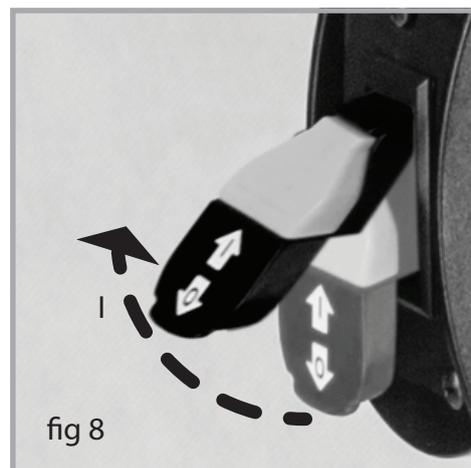

fig 8
2. Pour mettre la perceuse à colonne (ON), en marche, mettre la clé de sécurité dans l'interrupteur, soulevez le commutateur vers le haut à la position ON (I) (fig 8).